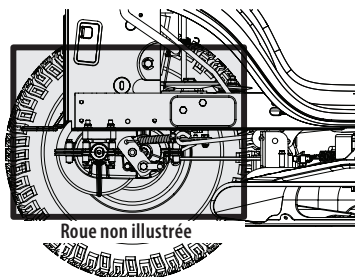

Figure 20
- Gardez l'essieu ainsi que la partie autour de la transmission et du ventilateur propres (Figure 20).